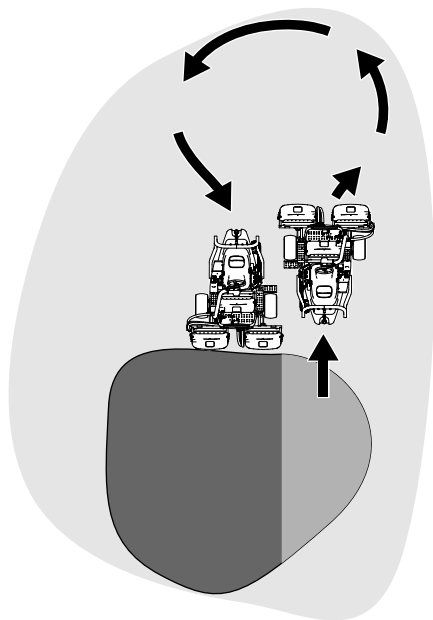

Figura 33
6. Para reduzir o tempo de funcionamento e facilitar o alinhamento para o próximo passo, oriente a máquina momentaneamente para a direção contrária, virando depois a máquina na direção da zona por cortar. Este movimento é uma volta em forma de gota (Figura 33) que alinha rapidamente a máquina para a próxima passagem.